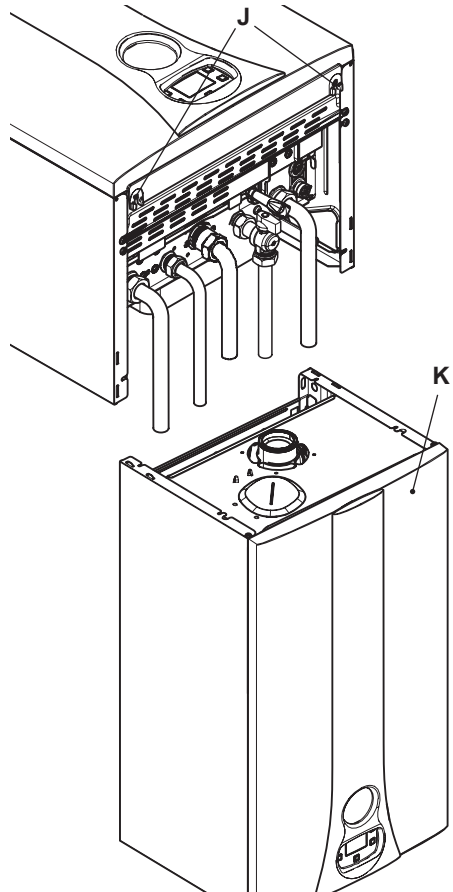

Figura 5.18
Kit de evacuación para exteriores (Figura 5.18)
- Desenrosque los tornillos J y desmonte el panel frontal K tirando de él hacia usted y luego levantándolo para liberarlo de los alojamientos superiores Figura 5.18.